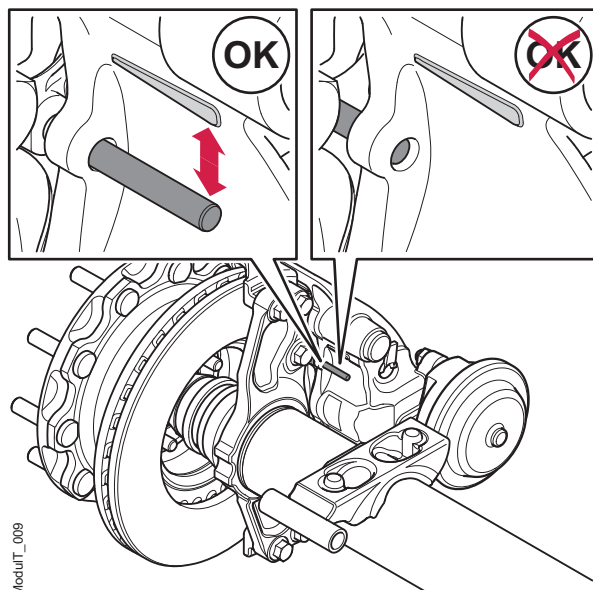

Figura 14. Inspección del indicador visual de desgaste
1. Inspeccione la posición del indicador visual de desgaste (IVD) que muestra la figura 14. Esta comprobación puede hacerse con la rueda puesta o quitada.